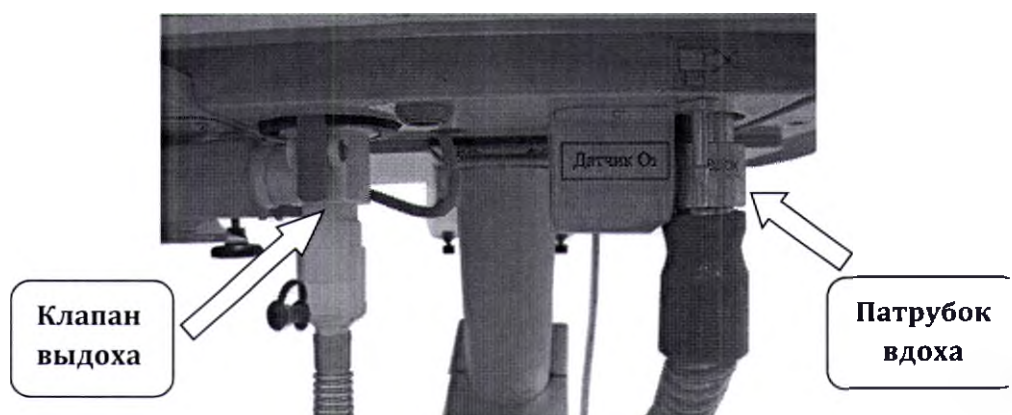

Рис. 5-7. Место положения клапана выдоха и патрубка вдоха.
- Место положения клапана выдоха и патрубка вдох показано на **рис. 5-7**